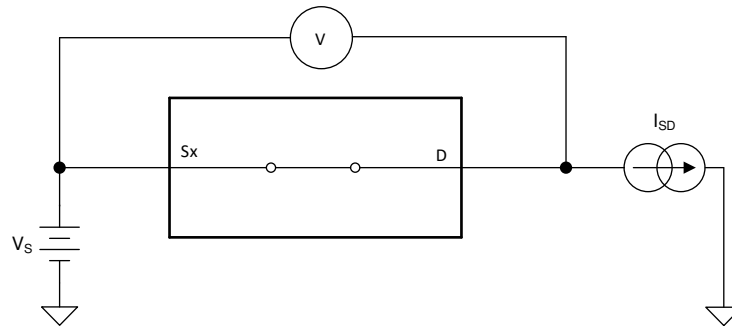

图 6-1. 导通电阻测量设置
器件的导通电阻是器件源极 (Sx) 和漏极 (Dx) 引脚之间的欧姆电阻。导通电阻随输入电压和电源电压的变化而变化。符号 R_{ON} 用于表示导通电阻。图 6-1 展示了用于测量 R_{ON} 的测量设置。电压 (V) 和电流 (I_{SD}) 可通过此设置进行测量，而 R_{ON} 可通过 $R_{ON} = V/I_{SD}$ 来计算：